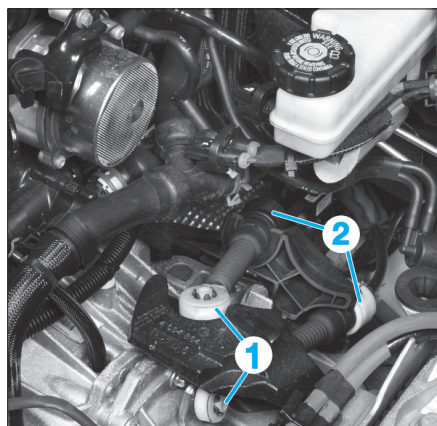

FIG. 10
- Dégrafer les câbles de sélection situés sur la boîte de vitesses en agissant sur les rotules (1) à l'aide d'un clé plate puis tirer les câbles de leur arrêt de gaine (2) (Fig.10).